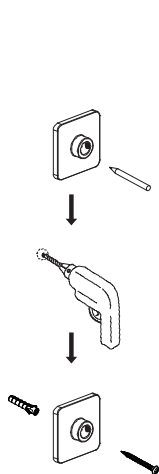

Figure 8
b) Installez le support mural 16 sur la position marquée (Figure 8). Couvrez la barre de douche thermostatique pour éviter la poussière. Connectez le raccord de tuyau 5 au support mural et utilisez la clé Allen pour le fixer (Figure 9).